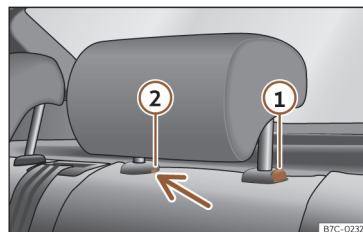

Fig. 77 Apoyacabezas trasero: desmontaje.
- Pulse la tecla»» **fig. 77 ①**, apretando a la vez por el orificio del seguro ② con un destornillador plano de máximo 5 mm de anchura y retire el apoyacabezas.